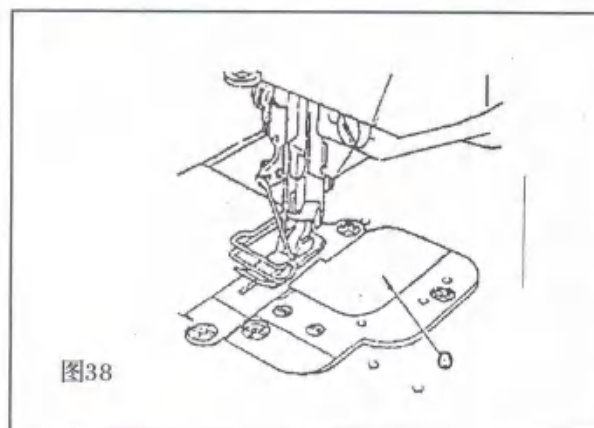

图38
32. 排屑孔盖板的使用 (图38)
USAGE OF CLEARANCE HOLE COCER (FIG.38)